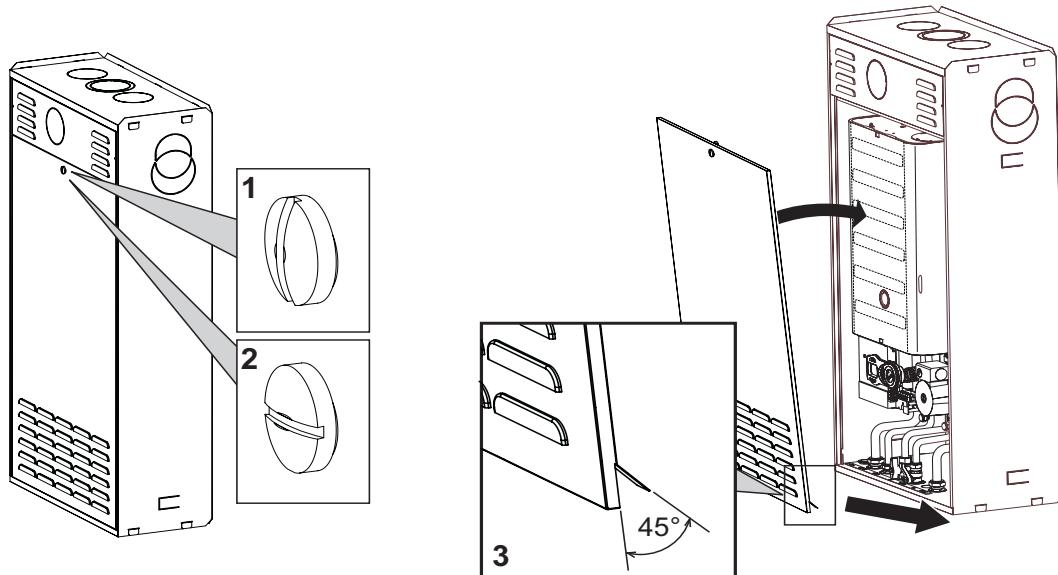

fig. 26 - Apertura e chiusura mantello
- Con una moneta o un cacciavite agire sulla serratura (1 = chiuso - 2 = Aperto - fig. 26).
- Quando si richiude il portellone, verificare che le linguette inferiori siano in posizione corretta (rif. 3 - fig. 26) e si incastri nelle apposite sedi sull'involucro.